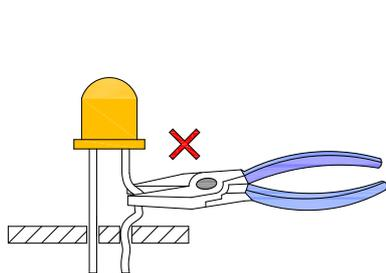

Fig. 7
- 4.4. 支架成型过程中，要用工具或夹具固定支架，以免扭力传送到 LED 胶体和内部结构中。一旦元器件安装在 PCB 上后，就不要进行支架成型了。（图 7）